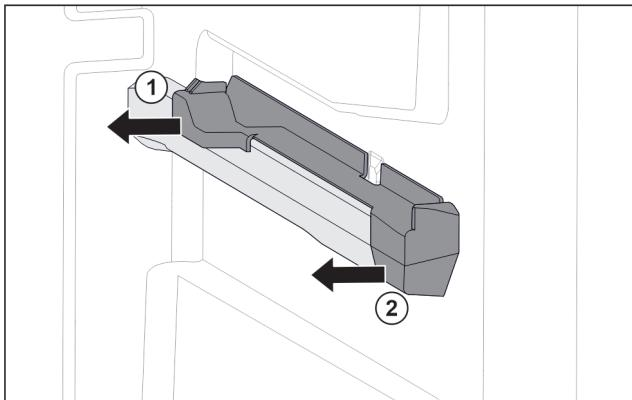

Fig. 82 Вставная часть на правом контейнерном ребре
- Отодвиньте вставную часть сзади в сторону. Fig. 82 (1)
- Отодвиньте вставную часть спереди в сторону. Fig. 82 (2)